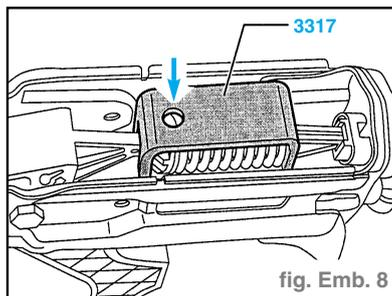

fig. Emb. 8
- Tendre le ressort du point mort haut avec la pédale d'embrayage, appuyer simultanément sur le dessus de l'agrafe de montage 3317 (fig. Emb. 8).